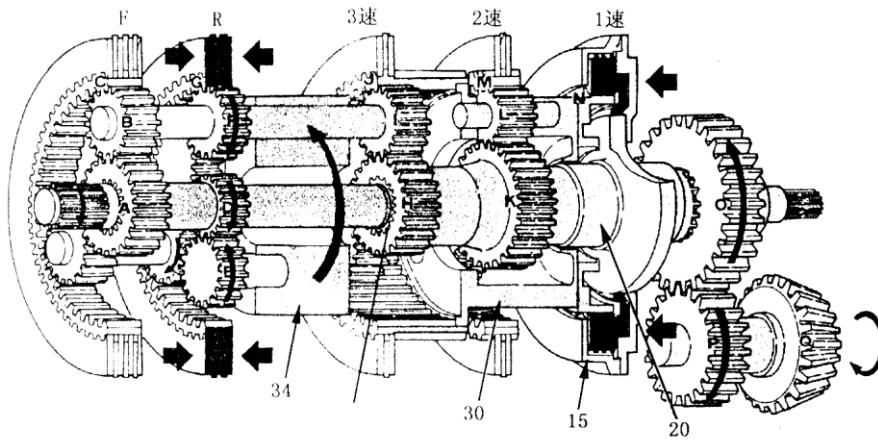

Рис. 5-34.
(4) Движение задним ходом, 1-я скорость (см. рис. 5-34)
(5) Движение задним ходом, 2-я и 3-я скорость (см. рис. 5-34) (аналогично)